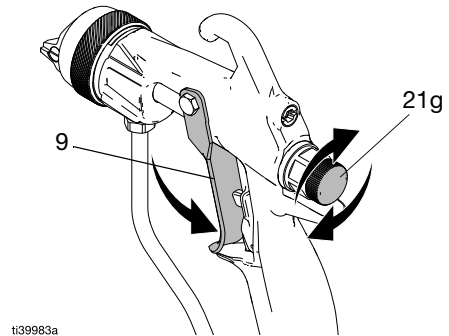

FIG. 32: Kontrollera avtryckaren och sprutjusteringsvredet
8. Kontrollera rörelsen i avtryckaren (9) och sprutjusteringsvredet (21g) Smörj eller reparera vid behov. Se FIG. 32.